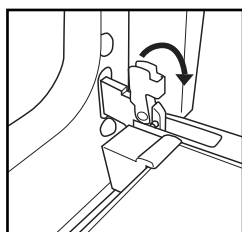

Fig. 1
2. Løft låsene på hængslerne, og skub dem fremad så langt som muligt (fig. 1).